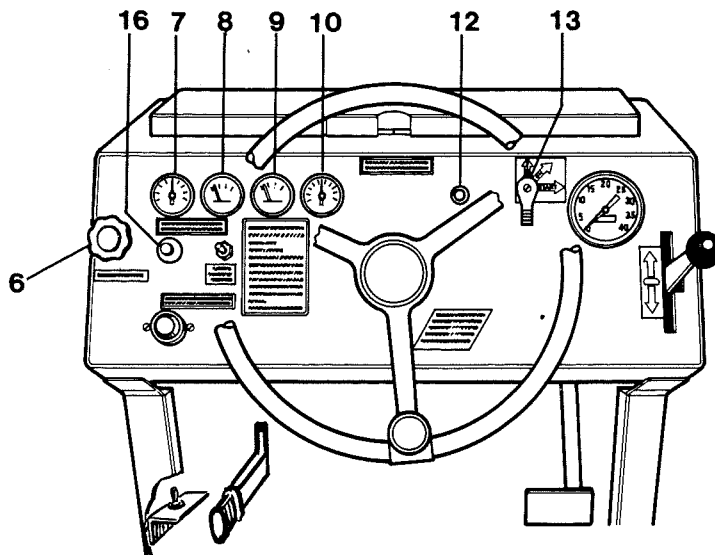

Fig. 4
- 4 Faire chauffer le moteur à un régime (14) de 800-1000 tr/mn. pendant 2-10 minutes, suivant la température de l'air ambiant.
- 5 Pendant l'échauffement du moteur, s'assurer que l'ampèremètre (10) est sur le + et que le témoin de pression d'huile moteur (16), fig. 4, est éteint.